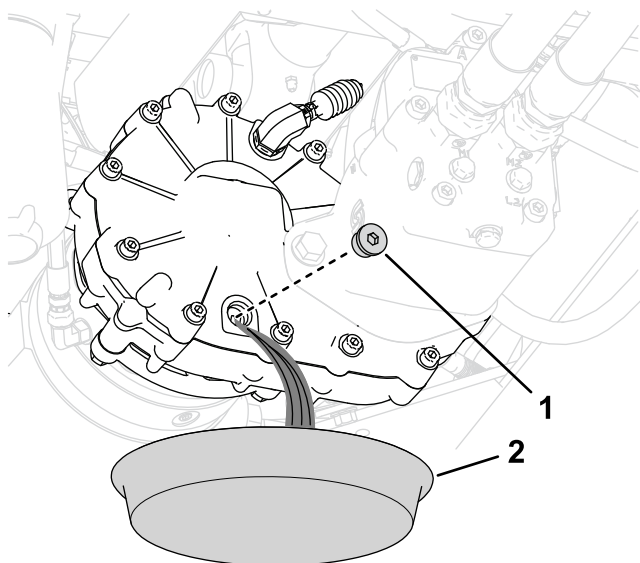

Рисунок 115
3. Выверните пробку из сливного отверстия (Рисунок 115) и дайте маслу полностью стечь из редуктора.